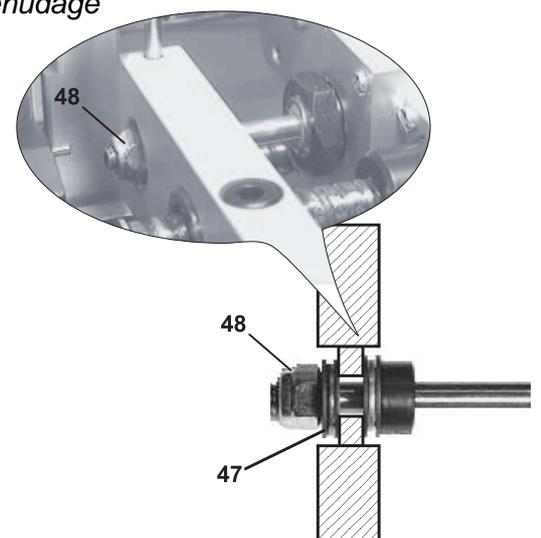

Figure 39. Jeu du palier axial
Lors du serrage de l'écrou de sécurité (48), veillez à ce qu'il y ait un jeu minimal entre l'écrou et la contre-poulie (47) du palier (Figure 39) !